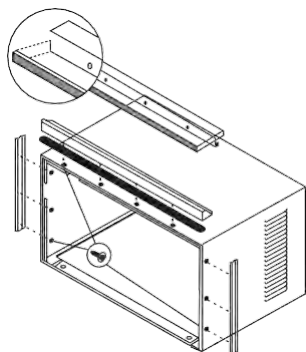

FIG. 8
2. Installez l'angle supérieur et les plaques de retenue latérales sur le boîtier, tel qu'illustré à la figure 8. (10 vis)